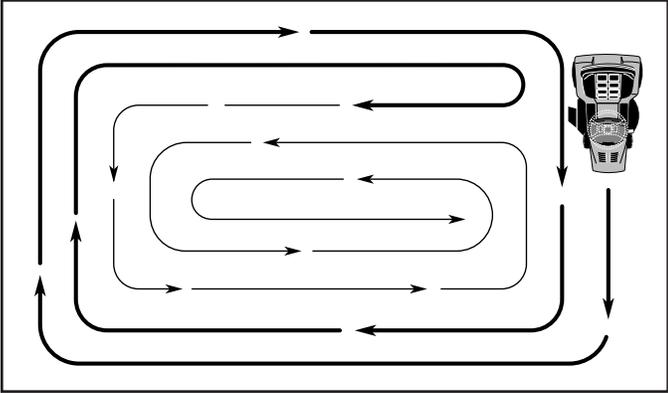

Fig. 13
- Pour tonde une grande surface, on vous conseille de commencer par tourner à droite, de façon à ce que l'herbe ne soit pas déversée sur les arbrustes, les clôtures, les allées, etc. Après un ou deux tours, tondez en sens inverse en tournant à gauche jusqu'à ce que le travail soit achevé (Voir la Fig. 13).